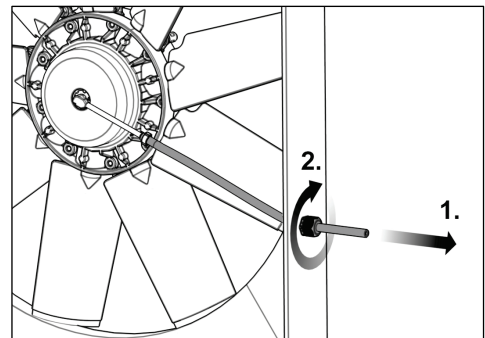

Abb. 32
- 24) Druckschlauch so spannen (siehe Abb. 32 Schritt 1), dass eine leichte Rotation der Drehdurchführung möglich ist (max. 15°).
- 25) Druckschlauch durch Zugentlastung sichern (siehe Abb. 32 Schritt 2).